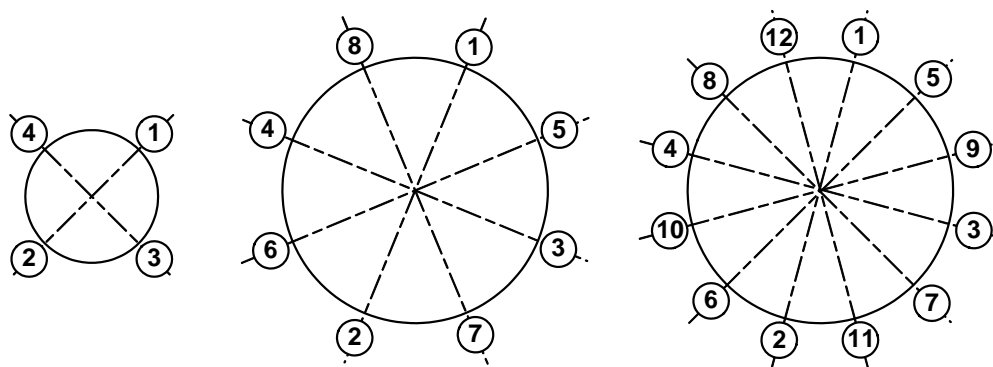

Рис. 2. Очередность затяжки гаек на фланцах
3.2.8. Затяжка гаек при установке ППР или имитатора в трубопровод должна производиться в очередности, обозначенной на рис.2, динамометрическим ключом с крутящим моментом не более, указанного в табл.2.